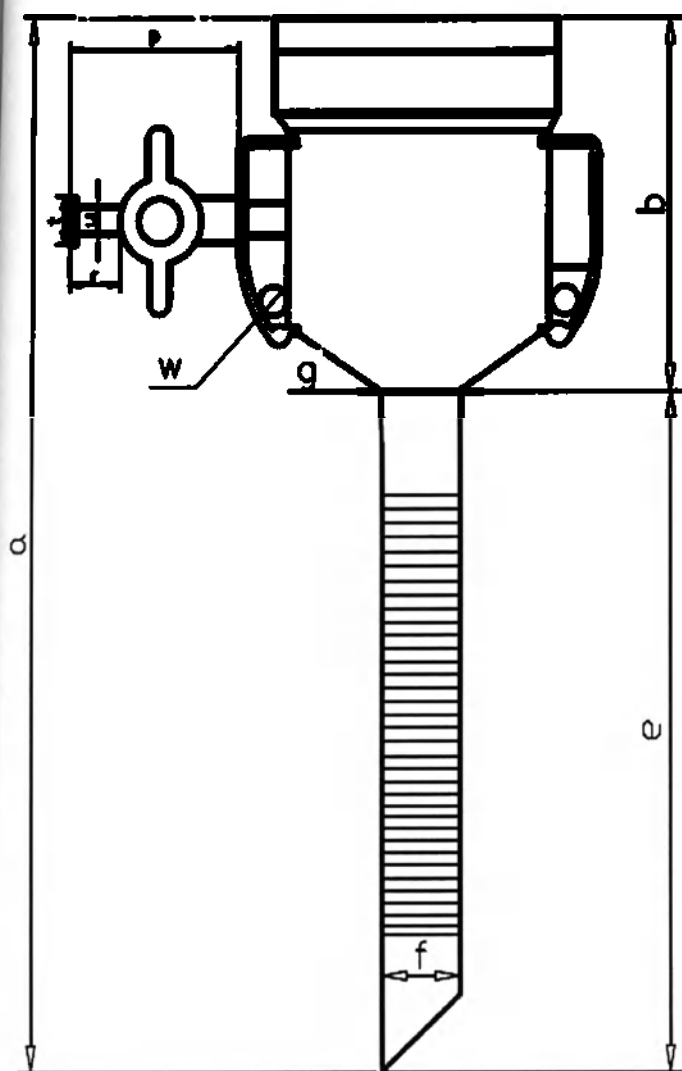

Рис.16 Канюля троакара 12 мм
2. кран инсuffляции длиной $25 \pm 0,5$ мм (рис.16(p))с портом Луэр-лок (винтовой коннектор) (наружный диаметр $7,5 \pm 0,1$ мм (рис.16(t)), внутренний диаметр $4,0 \pm 0,1$ мм (рис.16(u)), длиной $6 \pm 0,2$ мм (рис.16(r))). Соединение системы газоподачи или шприцов через винтовой коннектор Луер Лок должно быть прочным. Кран инсuffляции должен открывать и закрываться плавно, без заеданий. Усилие, необходимое для поворота крана инсuffляции должно быть не более 2 Н. Для предотвращения потери газа во время процедуры, подвижные и неподвижные соединения крана должны быть герметичны;
3. два отверстия для фиксации канюли, расположенные по разные стороны клапанного блока, диаметром $3 \pm 0,2$ мм каждое(рис.16(w)).
2. кран инсуффляции длиной $25 \pm 0,5$ мм (рис.16(p)) с портом Луэр-лок (винтовой коннектор) (наружный диаметр $7,5 \pm 0,1$ мм (рис.16(t)), внутренний диаметр $4,0 \pm 0,1$ мм (рис.16(u)), длиной $6 \pm 0,2$ мм (рис.16(r))). Соединение системы газоподачи или шприцов через винтовой коннектор Луэр Лок должно быть прочным. Кран инсуффляции должен открываться и закрываться плавно, без заеданий. Усилие, необходимое для поворота крана инсуффляции должно быть не более 2 Н. Для предотвращения потери газа во время процедуры, подвижные и неподвижные соединения крана должны быть герметичны;
3. два отверстия для фиксации канюли, расположенные по разные стороны клапанного блока, диаметром $3 \pm 0,2$ мм каждое (рис.16(w)).